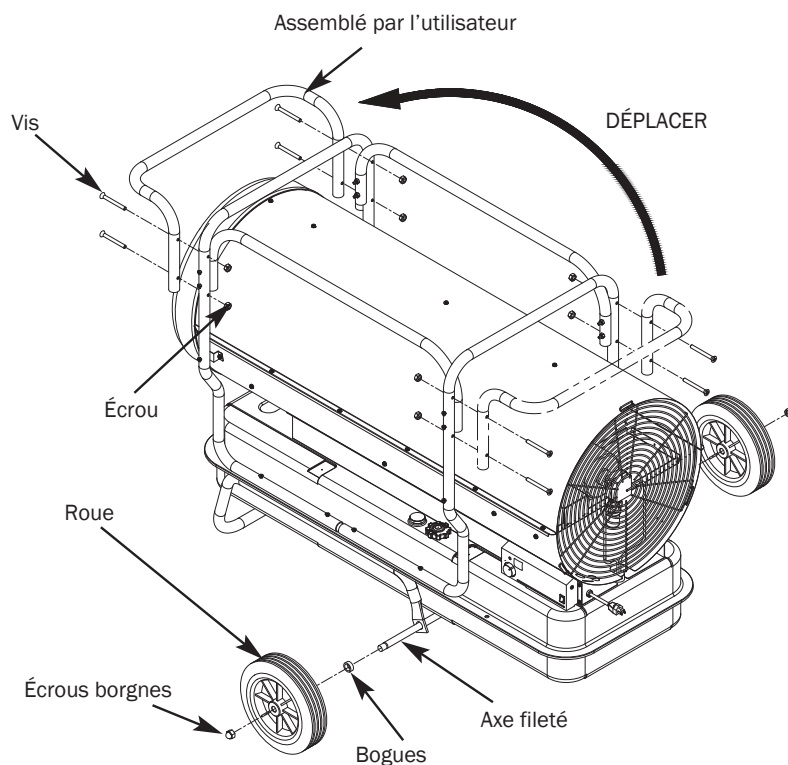

Figure 8 – Ensemble roues et poignée
4. Déplacer l'avant de la poignée déposée vers la poignée du côté avant, comme l'indique la Figure 8, et serrer les quatre vis après avoir apparié la poignée avec l'avant de la poignée.